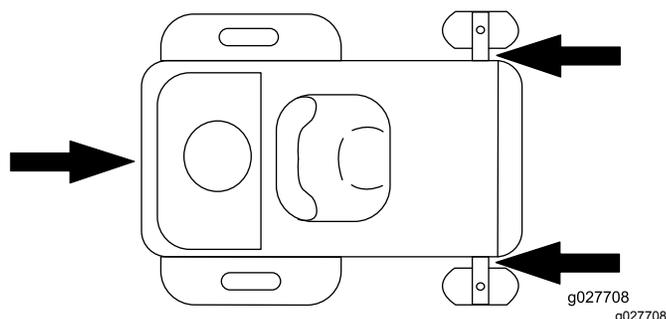

Figure 36
5. Arrimez la machine près des roues pivotantes avant et du pare-chocs arrière (Figure 36).